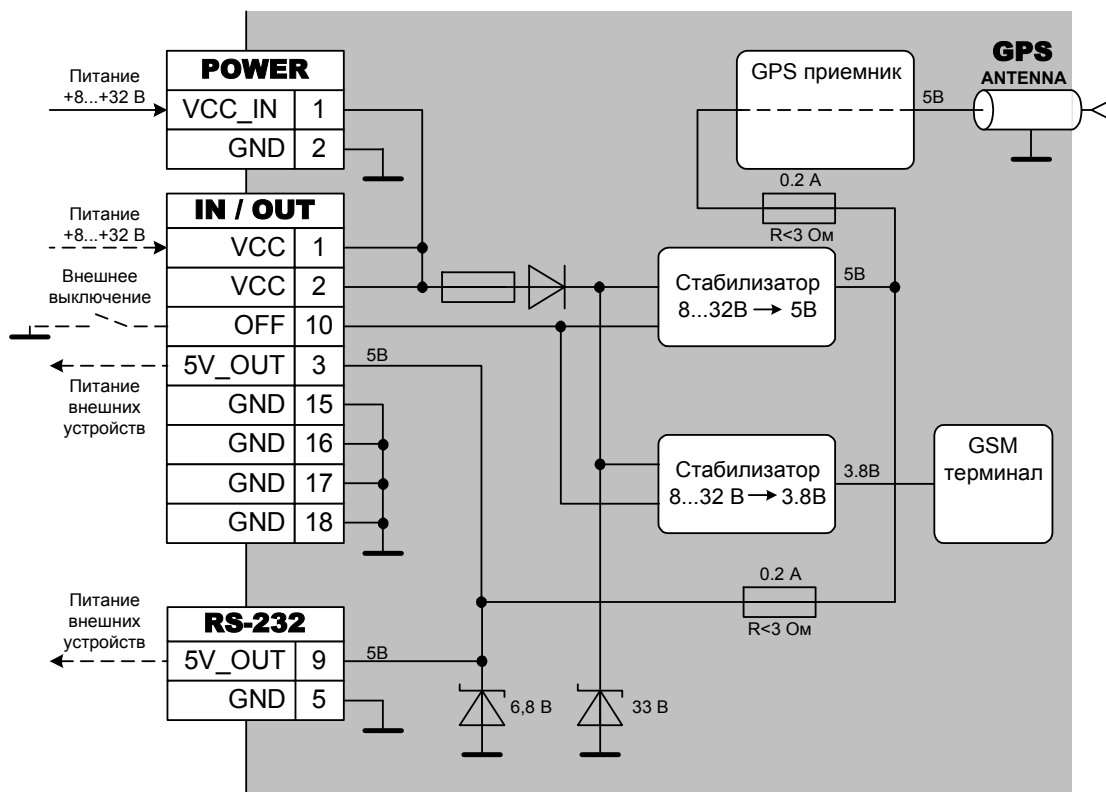

Рисунок 3.1 - Схема разводки питания внутри контроллера (условно)
VCC ① ②	«Альтернативный» вход питания контроллера. Соединен внутри с одноименным контактом разъема POWER. Допускается питание контроллера от источника постоянного напряжения от +8 до +32 В, обеспечивающего мощность не менее 6 Вт. См. рисунок 3.1.
+5 V_OUT ③	Выход встроенного стабилизатора напряжения +5 В. Может использоваться для питания внешних устройств, потребляющих не более 200 мА. См. рисунок 3.1.
OFF ⑩	Вход внешнего выключения контроллера. При замыкании этого контакта на «землю» контроллер полностью выключается. Оставьте контакт свободным, если не требуется выключение контроллера внешним сигналом. См. рисунок 3.1